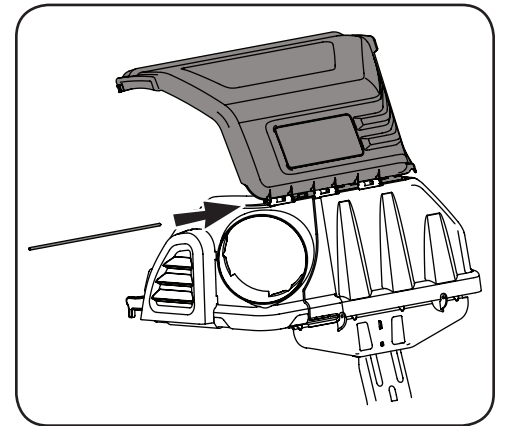

Figura 4-12
5. Desde el frente del conjunto, se deben alinear las lengüetas de la cubierta de la embolsadora superior con las lengüetas en el frente del soporte del canal superior. Deslice el pasador de horquilla a través de las ranuras comenzando en el soporte del canal superior del lado derecho de las lengüetas de montaje, como en la Figura 4-12. Oprima el pasador completamente hasta que llegue al tope de extremo.